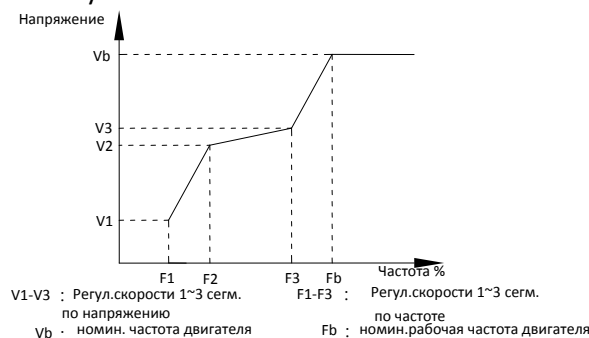

Рис. 7-3 – График пользовательской зависимости V/f
- 1) Должно соблюдаться следующее условие: $V1 < V2 < V3$, $F1 < F2 < F3$. На рис. 7-3 показан график для многоточечной зависимости V/f.